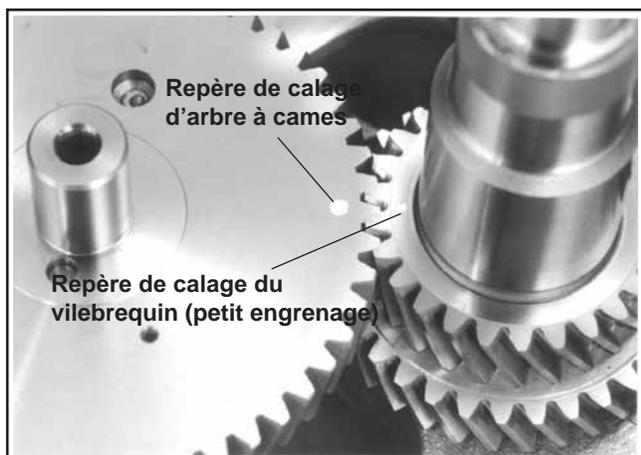

Figure 11-12. Alignement des repères de calage sur l'engrenage à cames et le réducteur à cames.
- Assurer que le réducteur de l'arbre à cames et le réducteur plus petit sur le train de prise de l'arbre à cames et les repères de calage sont alignés. Voir la figure 11-12.